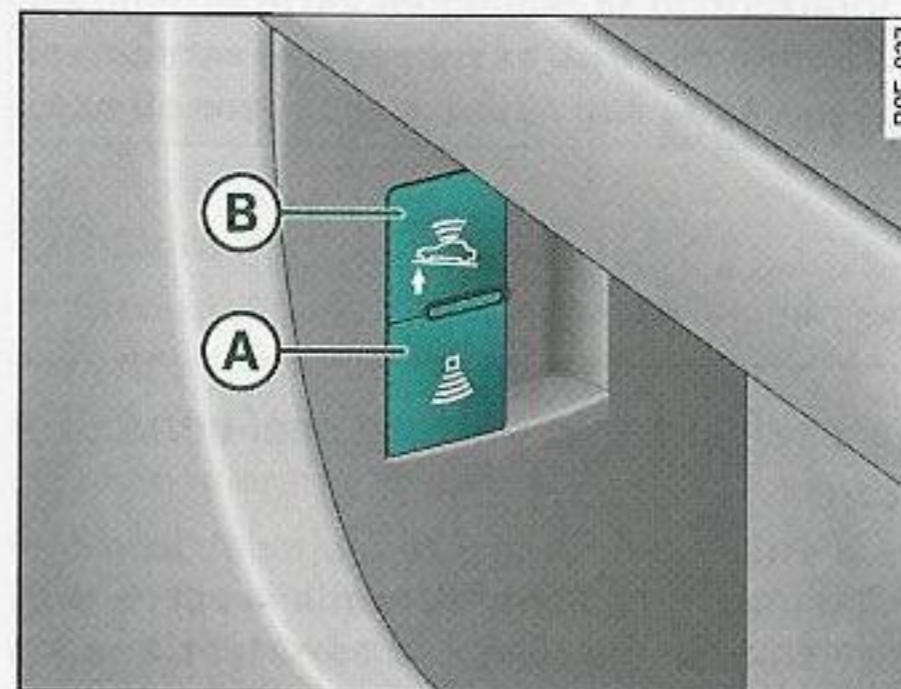

Fig. 53 Interruptor de la vigilancia del habitáculo
- Tire del interruptor **(A)** con el símbolo  a un lado del compartimento portaobjetos de la puerta del conductor ⇒ fig. 53.
- Tire del interruptor (B) con el símbolo  a un lado del compartimento portaobjetos de la puerta del conductor ⇒ página 70, fig. 53.